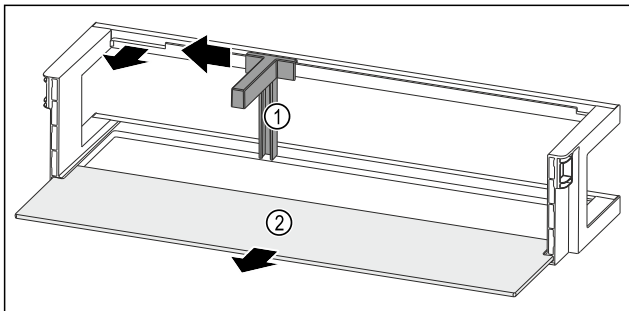

Fig. 90 Дверная полка с держателем для бутылок и съемной полкой
- Сместите держатель для бутылок Fig. 90 (1) до выемки в сторону.
- Извлеките держатель для бутылок Fig. 90 (1).
- Извлеките съемную полку Fig. 90 (2).